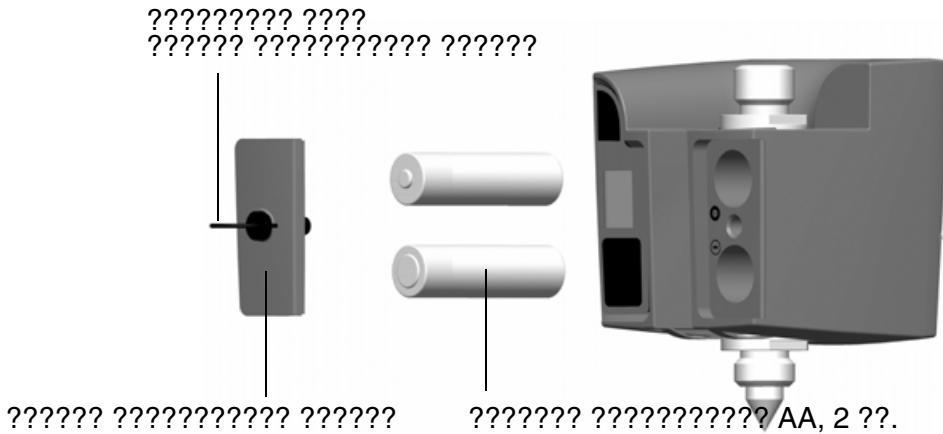

Рисунок 6.7. Замена батарей идентификатора отражателя
- Установите на место и зафиксируйте крышку батарейного отсека, повернув крепежный винт на четверть оборота по часовой стрелке. См. рис. 6.7